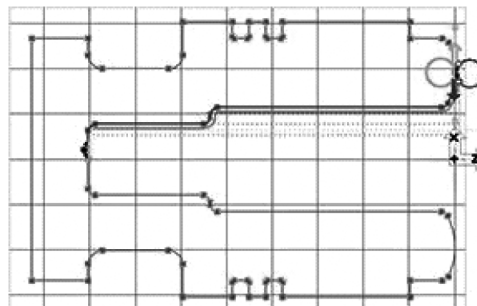

图 6-11 刀具切削方向
5) 按图 6-11 选择加工特征，并设定起始点和终止点。刀具将沿着标记指定方向切削工件内部，如图 6-11 所示。